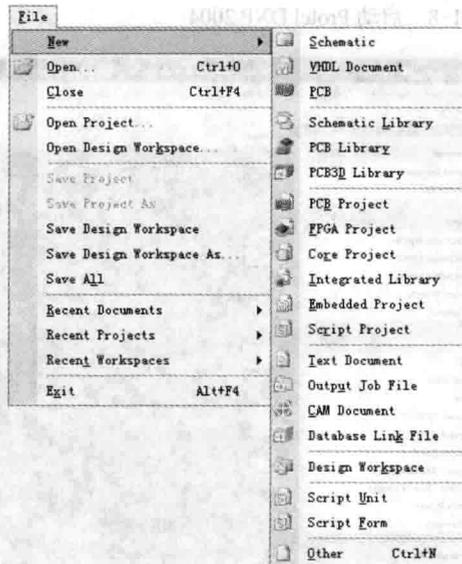

图 1-14 “File”菜单
2) “File”菜单：文件菜单，主要用于对文件的操作，包括 New（新建）、打开（Open）、Close（关闭）和 Save（保存）等，如图 1-14 所示。